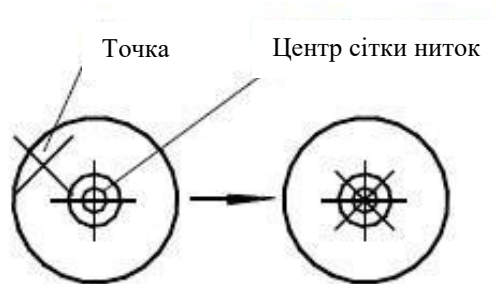

Рисунок 5.3 – Центрування приладу за допомогою оптичного вису
- послабте становий гвинт і, обережно переміщуючи прилад, сумістить марку на землі із центром сітки ниток оптичного вису (рис. 5.3);